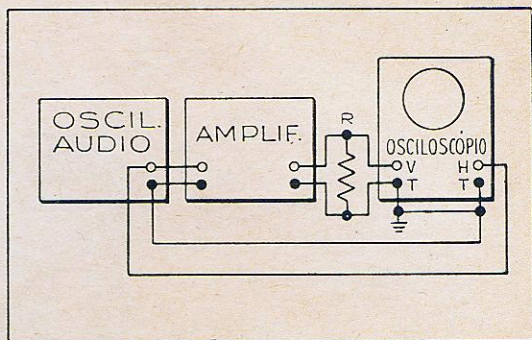
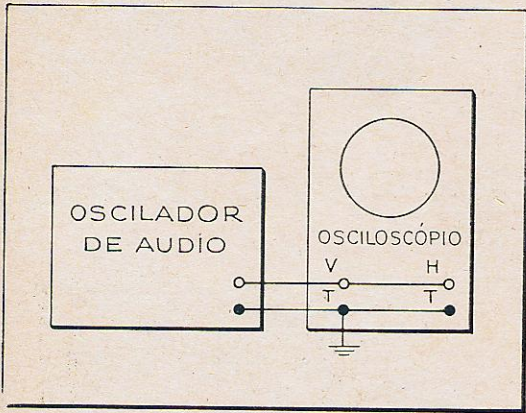

Figura 4
Figura 5
Resultados do teste do osciloscópio com o arranjo da figura 5. Obtendo-se um traço único, como em (A) em toda a gama das áudio-frequências, o osciloscópio poderá ser usado para testes como o da figura 4. Se resultarem traços elípticos (B) ou circular (C), o instrumento é inadequado.